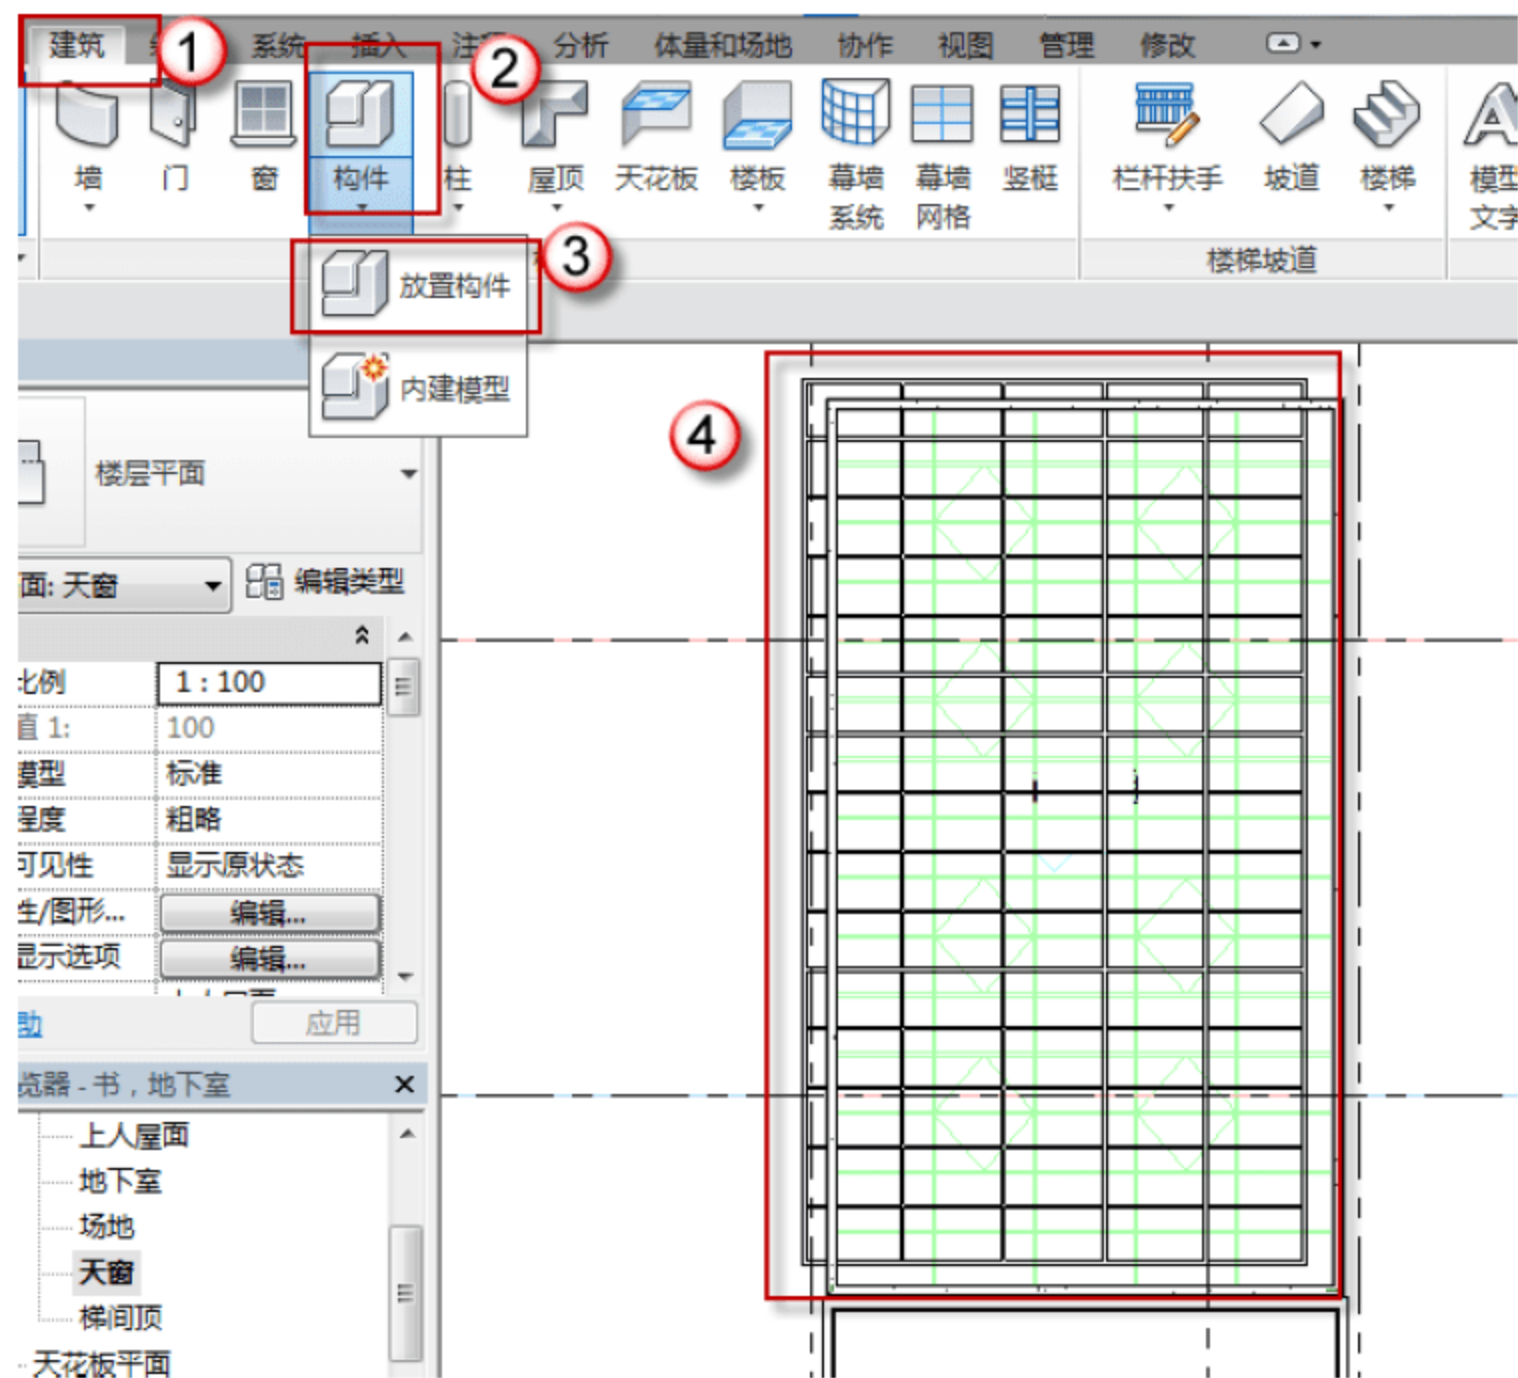

图 12.1.53 放置“天窗”族
(26) 放置“天窗”族。选择“建筑”→“构件”→“放置构件”命令（或者直接按快捷键 C+M），在天窗的部分放置“天窗”族，如图 12.1.53 所示。